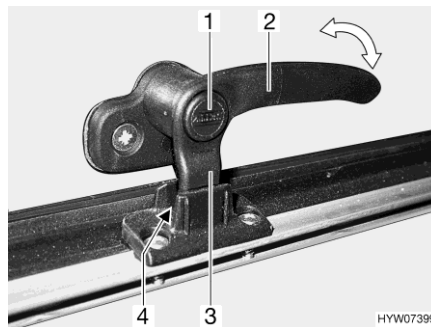
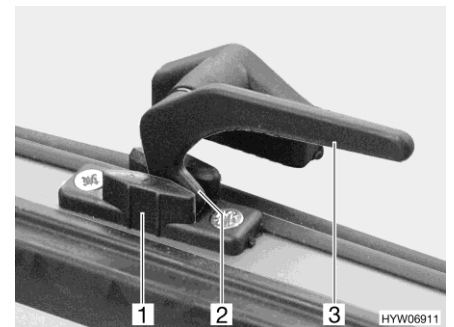

Fig. 73 Levier de verrouillage avec bouton de sécurité en position "Aération permanente"
Fig. 74 Levier de verrouillage en position "Aération permanente"
- En position "Aération permanente" (Fig. 73 et Fig. 74)
- S'il existe, appuyer sur le bouton de sécurité (Fig. 73,1) et le maintenir enfoncé.
- Tourner le levier de verrouillage (Fig. 73,2 ou Fig. 74,3) d'un quart de tour vers le centre de la fenêtre.
- Remettre le levier de verrouillage en position initiale. Le tenon de verrouillage (Fig. 73,3 ou Fig. 74,2) du levier de verrouillage doit pénétrer alors dans le logement prévu à cet effet dans le verrouillage de fenêtre (Fig. 73,4 ou Fig. 74,1).
- Relâcher le bouton de sécurité (Fig. 73,1) s'il y a un.